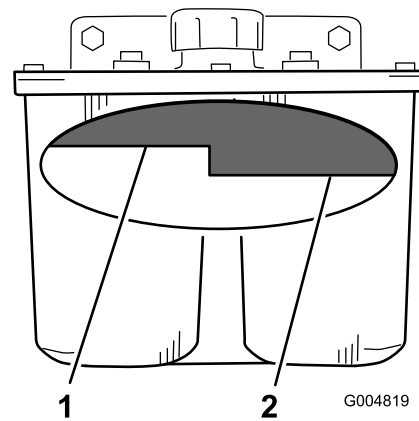

Figure 61
2. Nettoyez la surface autour du goulot de remplissage du réservoir hydraulique (Figure 61).
3. Enlevez le bouchon du goulot de remplissage et vérifiez si le réservoir contient du liquide (Figure 61).
Remarque: Lorsque l'huile est chaude, le niveau de liquide doit atteindre le haut du repère "à chaud" sur le déflecteur (Figure 61).